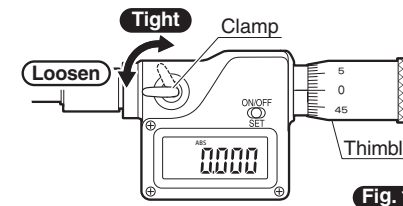

Fig. 1
2. Loosen the Clamp and turn the Thimble to move the Spindle into contact with the surface. **Fig. 1**
2. Loosen the Clamp and turn the Thimble until the Spindle is at the desired reference point, then tighten the Clamp again. **Fig. 1**
- ①スピンドルの先端と、組み合わせる機器などの接触する箇所を脱脂し、ガラスペーパーなどで拭き取って異物が附着していない状態にしてください。
- ②クランプを回してゆるめ、シンブルを回し、スピンドルの先端と、組み合わせる機器などを接触させます。 **【図1】**
- ②クランプを回してゆるめ、シンブルを回して原点とする場所に合わせ、再びクランプを回して固定します。 **【図1】**
【図1】